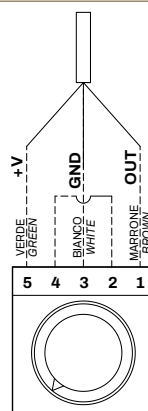

Fig. 3
5. Effectuer les branchements électriques au panneau de commande (fig. 3).
4. Fixer la plaque de montage à l'aide des vis (fig. 3) ou du ruban adhésif double face fourni.